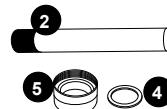

FIGURE 7
- Retirer l'écrou à compression (5) en le tournant dans le sens contraire des aiguilles d'une montre (Figure 5). Au besoin, utiliser une pince multiprise à crémaillère (Figure 6). Vous remarquerez une rondelle de compression en acier inoxydable (4) qui glisse sur le tube de quartz; il faut conserver cette rondelle (4) pour la réutiliser plus tard (Figure 7).
- Vous pouvez à présent nettoyer ou remplacer le tube de quartz (2). Pour nettoyer le tube de quartz (2), suivez les étapes 7 et 8, puis passez à l'étape 9. Pour remplacer le tube de quartz (2), ignorez les étapes 7 et 8 et passez directement à l'étape 9.